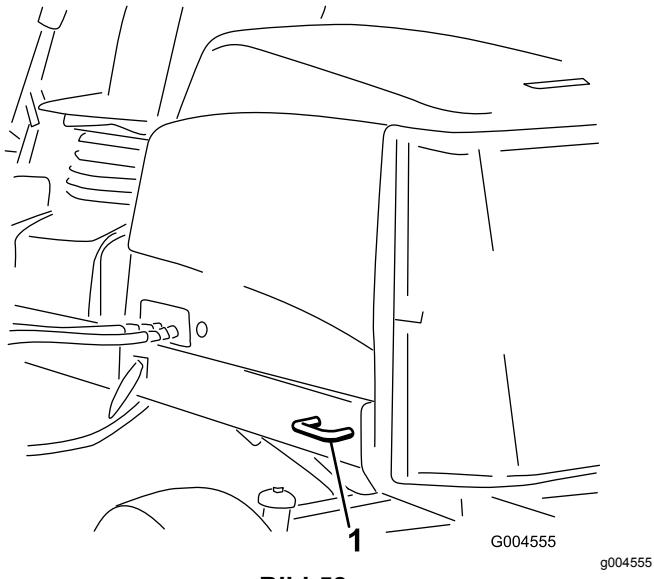

Bild 58
- Hinten: Jede Maschinenseite am hinteren Rahmen (Bild 58).